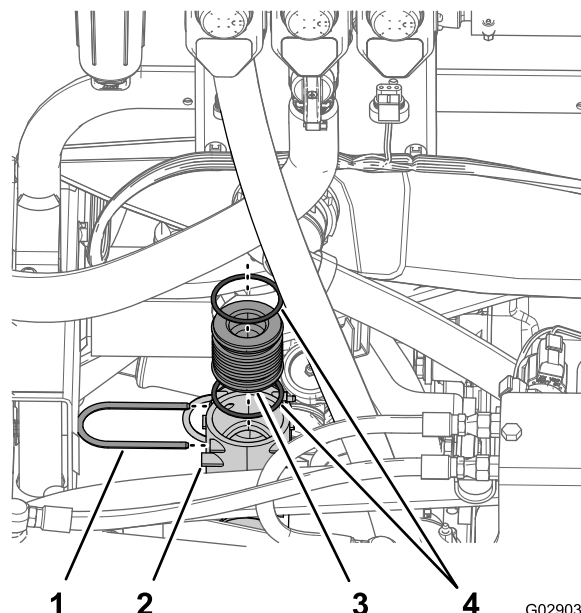

Figura 38
- Montate i 2 O-ring grandi nelle scanalature per O-ring in ciascuna estremità del connettore del mozzo (Figura 38)